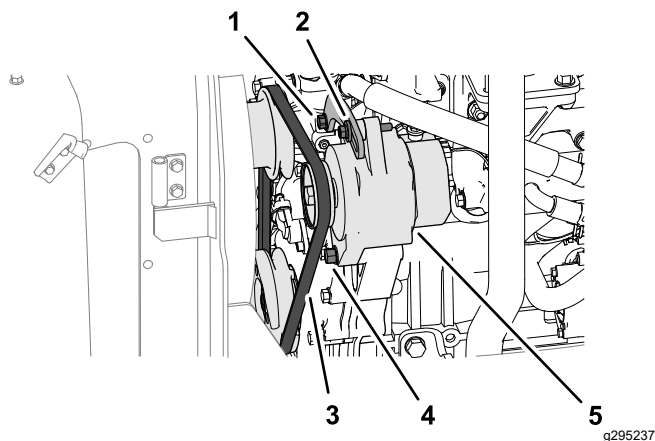

Figura 72
1. Applicate una forza di 10 kg sulla cinghia dell'alternatore (Figura 72), al centro tra le pulegge.
- Se l'inflessione della cinghia è minore di 10 mm, allentate il bullone orientabile dell'alternatore e il bullone della tensione (Figura 72), e riducete la tensione della cinghia.
- Se l'inflessione della cinghia è maggiore di 10 mm, allentate il bullone orientabile dell'alternatore e il bullone della tensione (Figura 72), e aumentate la tensione della cinghia.
Nota: Se necessario, allentate il bullone della staffa della tensione (Figura 72).
3. Serrate i bulloni (Figura 72).